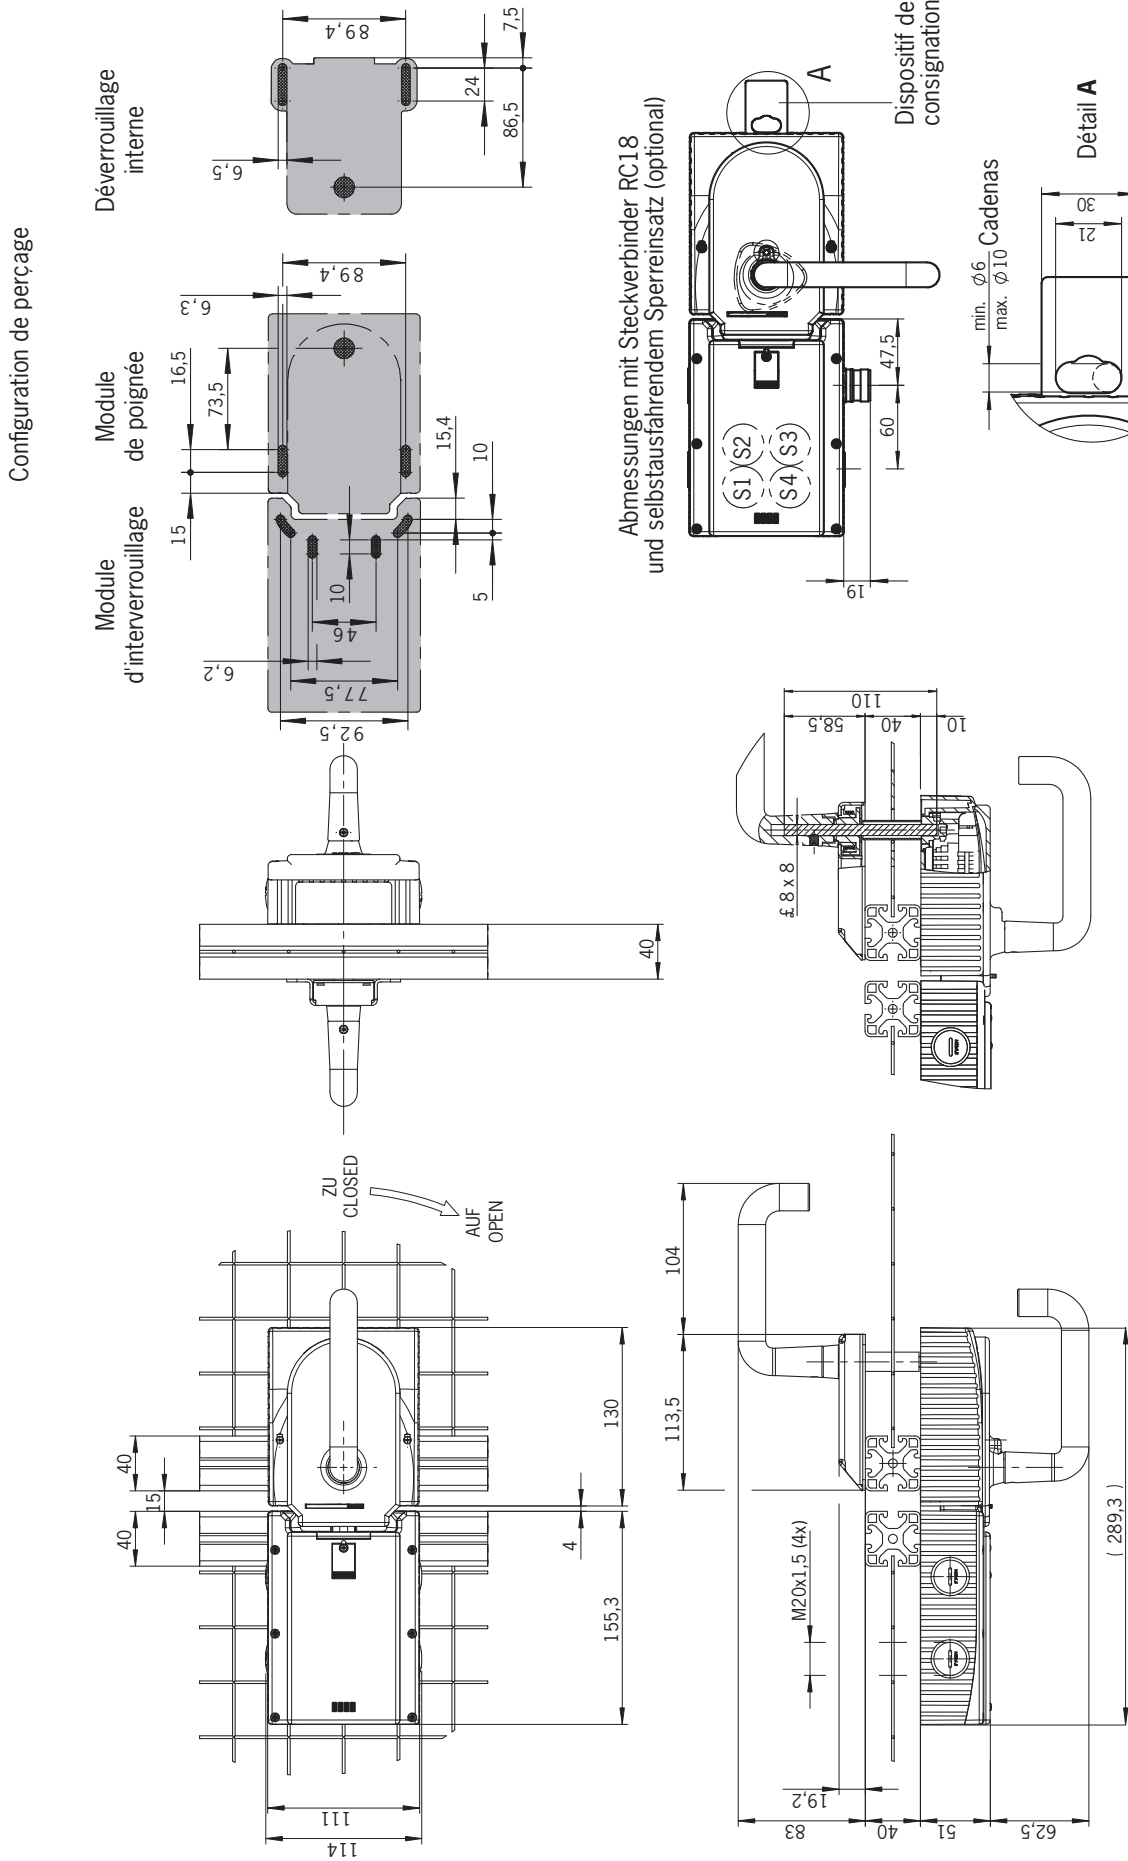

Figure 4 : Dimensions MGB montée, sans les supports de montage en option
- Aligner le levier/axe du dispositif de déverrouillage interne à angle droit par rapport au module de poignée. Voir fig. 4 et 8.